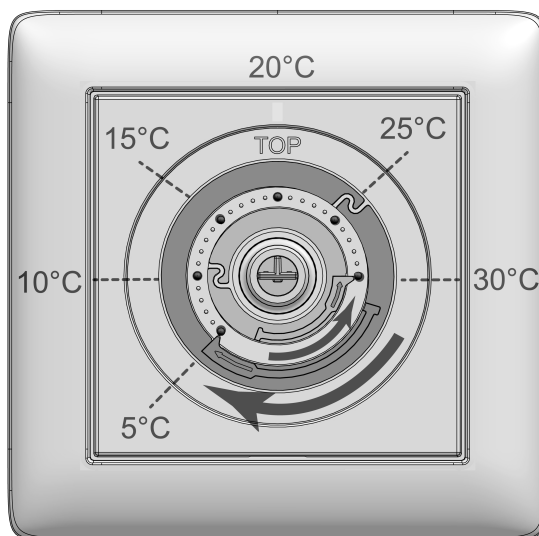

Figure 4: Bagues de réglage pour la limitation de température
En position centrale, l'appareil règle la température de consigne sur env. 20 °C. La température de consigne la plus basse est d'env. 5 °C et la plus haute d'env. 30 °C (Figure 4).
- Retirer le bouton de commande (4) de la plaque centrale (3) de sorte que les bagues de réglage (6) soient visibles (Figure 4). Les valeurs de température représentées à l'image sont indicatives.